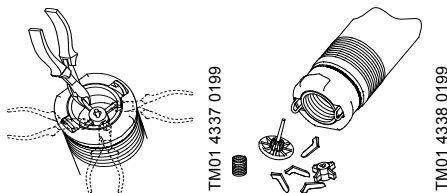

Fig. 7
1. Tagliare il supporto della sede valvola con una pinza tagliafilati o attrezzo similare, vedere fig. 7.